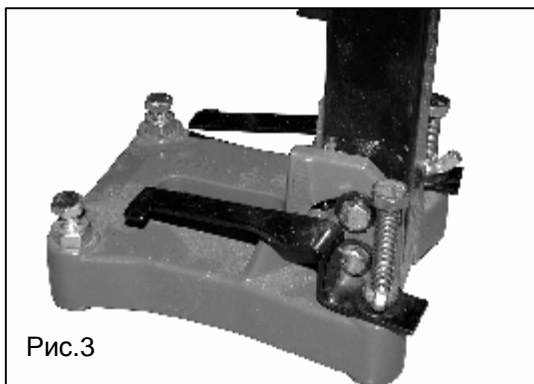

Рис.3
4. Установите опорную стойку в вертикальное положение (Рис.3).